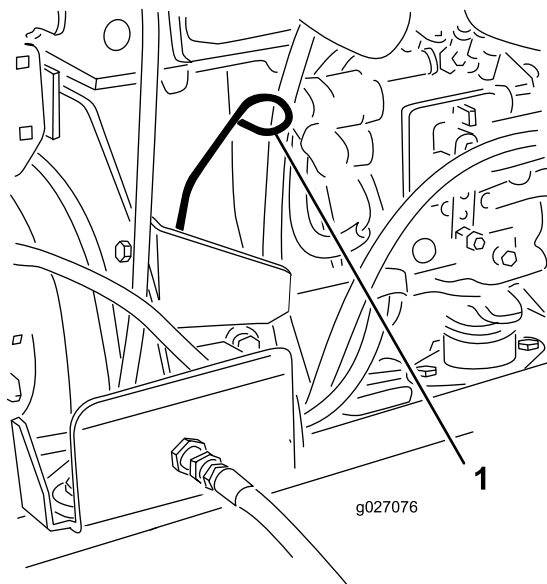

Figura 51
3. Togliete l'asta di livello, asciugatela e reinseritela (Figura 51).